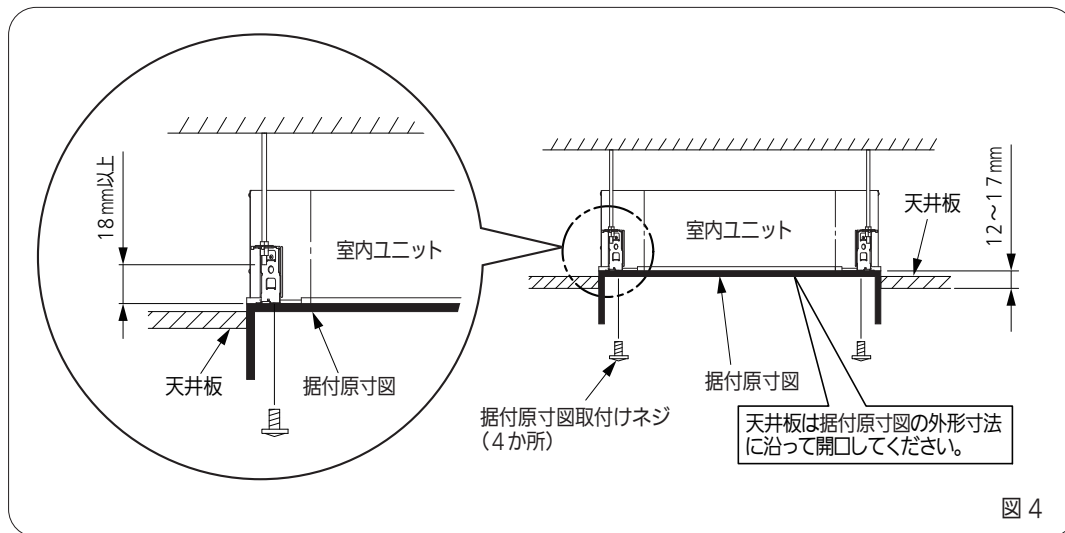

図4
2. 吊りボルトの長さは、下図（図4）のように本体下面から18mm以上隙間があくようにしてください。吊りボルトの長さが長いと、天井パネルにあたり取り付けできません。